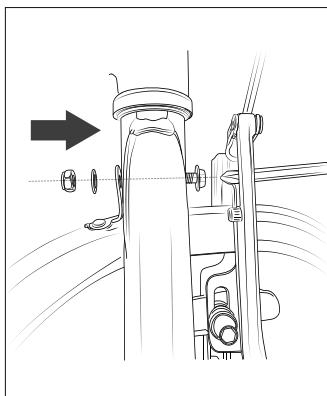

Fig. 10
2. Faites glisser le garde-boue en place depuis l'arrière de la fourche. Insérez le boulon long dans le trou central supérieur de la fourche depuis l'avant du vélo. À l'arrière du trou de la fourche, placez le boulon à travers la patte de fixation du garde-boue avec la rondelle et l'écrou. Tout en poussant la patte du garde-boue vers le haut jusqu'à la butée, serrez le boulon et l'écrou pour fixer le garde-boue au sommet de la fourche (**Fig. 10**).